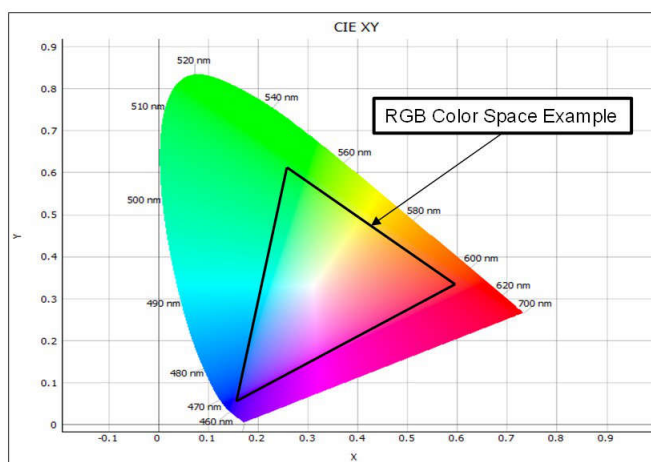

図 1. RGB および XYZ 色空間の座標
- **RGB:** 図 1 に示すように、RGB カラー センサは、赤 (R)、緑 (G)、青 (B) の各値が組み合わさってさまざまな色を表現する、標準化されていない色空間を検知します。通常、R、G、B の各値は 0 から 255 の範囲です。3 色すべてが 255 の場合、白色となり、3 色すべてが 0 の場合、黒色となります。RGB 色空間には普遍的な標準がないため、RGB カラー センサはデバイスに依存します。デバイスによって RGB 値の検出方法は異なり、測定される色はメーカーごとに、あるいは同じデバイスであっても時間の経過とともに変化します。
- **XYZ:** RGB の課題の一つは、標準化されていない色空間ではすべての色を表現できず、その結果、この色空間が不完全なものになってしまう点です。図 1 の大きな曲線として示されている CIE 1931 XYZ 色空間標準は、この問題を解消するのに役立ちます。この標準化された色空間は、可視光線のすべての色を表現します。この規格は絶対的なものであり、デバイスやメーカーによるばらつきに影響されず、RGB 色空間に基づくセンサよりも正確で、色の変化に対してより敏感です。さらに、XYZ センサの Y チャネルは、ルクス値や輝度を抽出するための明所視応答を持っています。